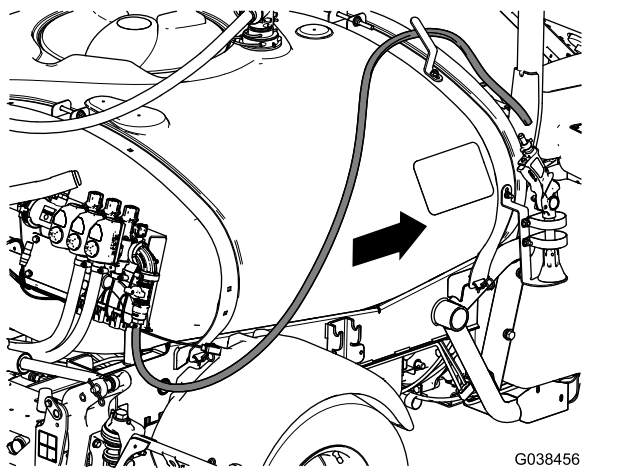

Figura 93
- Disponete il flessibile di alimentazione in avanti lungo il serbatoio dell'irroratrice, verso la staffa della pistola di irrorazione e fissate il flessibile al telaio del serbatoio con 3 fascette per cavi (Figura 93).